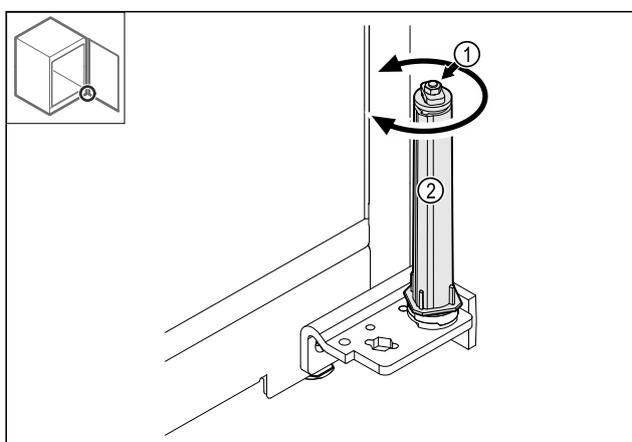

Fig. 41
- ▶ Ne rastavljajte vijčani spoj Fig. 41 (1) sustava zatvaranja.
- ▶ Okrećite sustav zatvaranja Fig. 41 (2) dok ne klikne.